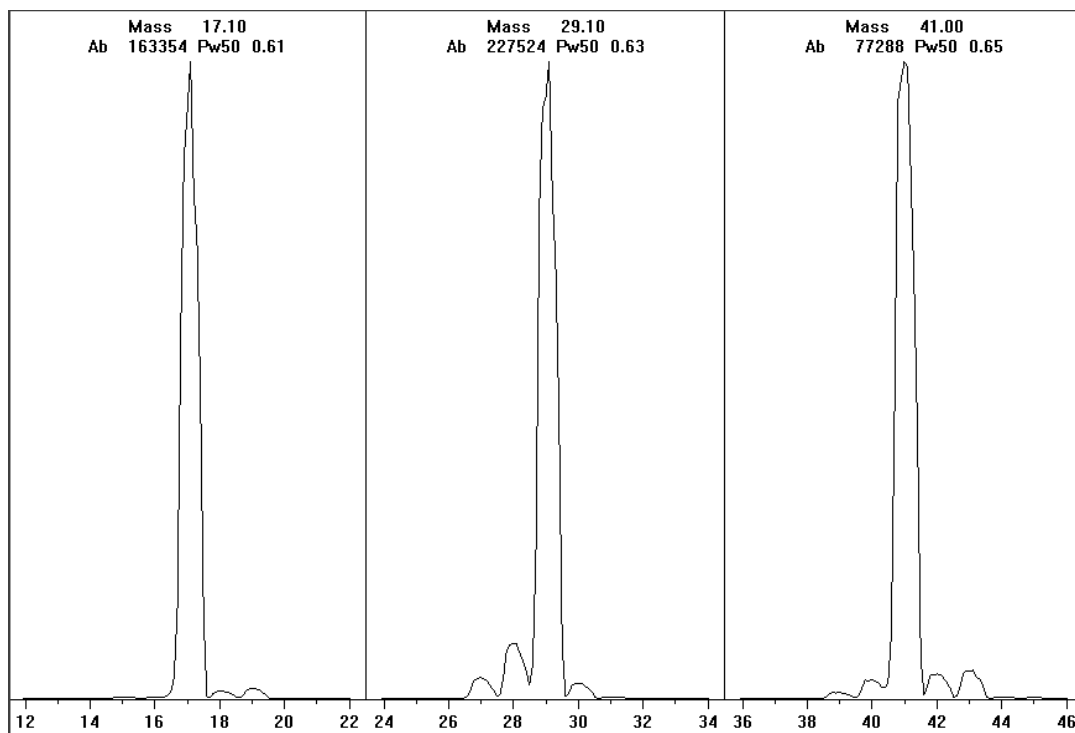

Abbildung 51. Reaktandionen-Scans nach einem sehr langen Ausheizen
- 8 Prüfen Sie den angezeigten Profilscan der Reaktandionen. (Siehe **Abbildung 51**.)